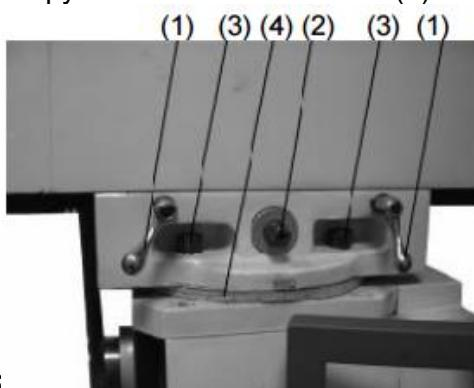
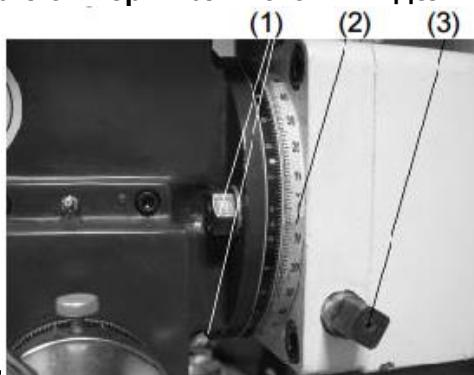

Рис.6
Рис.7
Взаимное расположение рукояток коробки скоростей вертикального шпинделя позволяет установить необходимую частоту вращения, Рис.6
Зафиксируйте консоль 2 рукоятками (1), Рис.7 Для поворота консоли необходимо ослабить 4 фиксирующих винта (3) и поворачивая вручную, установить консоль в необходимое положение. Угол поворота можно контролировать по шкале (4), Рис.6. Зафиксируйте консоль 4 винтами (3).
угол наклона можно контролировать по шкале (2), Рис.7. Зафиксируйте выбранное положение, затянув 2 гайки (1). Выставить точно вертикальное положение шпинделя можно с помощью позиционирующего штифта.